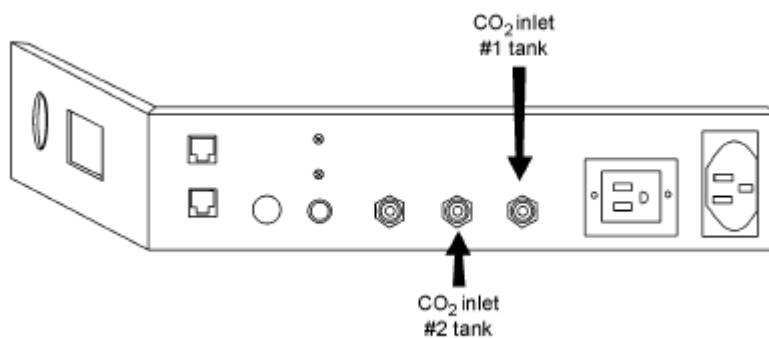
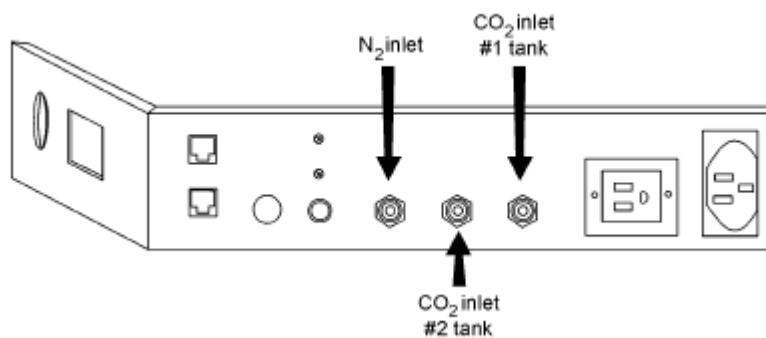

图 6-7 CO₂ 设置
图 6-9
a. 连接 CO₂ 气体供给（参照图 6-7 和图 6-9）：